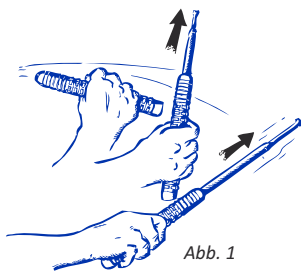

Abb. 1
- Schwingen Sie den Schlagstock** leicht diagonal nach unten, horizontal oder diagonal nach oben mit einer solchen Geschwindigkeit, dass die Teleskoprohre herausgleiten und gleichzeitig fest ineinander rasten – *siehe Abb. 1*. Je schneller der Abwehrstock herausgefahren wird, desto fester hält er im herausgefahrenen Zustand, kann jedoch aber schwieriger wieder geschlossen werden.